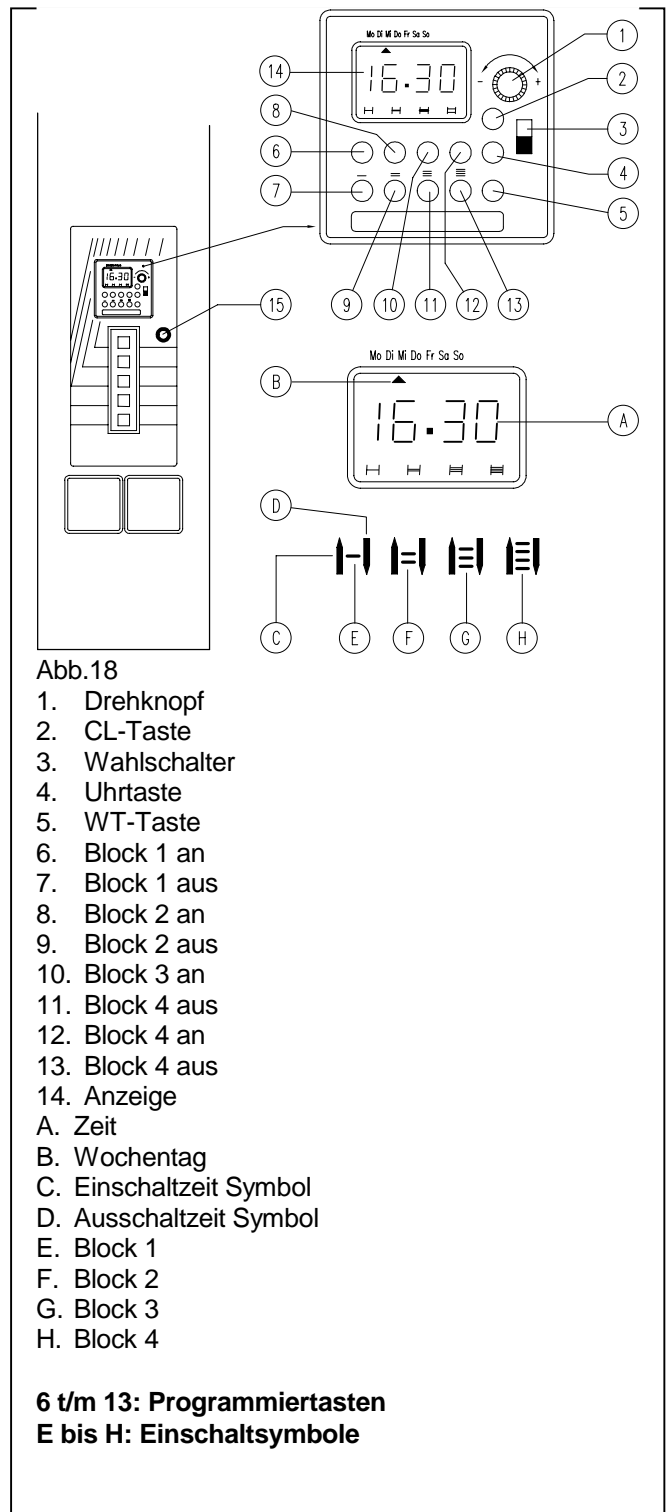

Abb.18
Mit der Zeitschaltuhr können maximal 4 Zeitblöcke pro Tag eingestellt werden, in denen die Anlage arbeiten kann (d.h. Kaffee oder Tee zubereiten). Wenn zu einem Zeitpunkt außerhalb der eingestellten Perioden oder Blöcke mit den Wahl-tasten eine gewünschte Menge eingestellt wird, beginnt die Anlage erst dann mit der Kaffee- bzw. Teezubereitung, wenn die Einschaltzeit des folgenden Blockes erreicht ist. Auf diese Weise kann man z.B. abends die Anlage einstellen, und der Kaffee (Tee) wird erst am nächsten Morgen zubereitet. Auch der an die Heißwassersäule angeschlossene Kaffeebehälter wird nur innerhalb der eingestellten Blöcke erwärmt (der Schalter auf dem Behälter muß dann auf EIN stehen). Durch einen Wahlschalter kann man die Funktion der Zeitschaltuhr mit der Hand ausschalten mit Schalter (3, Abb. 18). Mit dem Schlüsselschalter (15, Abb. 18) kann man die Wahl-tasten blockieren. Dadurch verhindert man, daß die vorprogrammierte Einstellung für eine bestimmte Menge unerwünscht verändert wird. Die Einstellmöglichkeiten der Zeitschaltuhr werden hierdurch nicht blockiert oder gesichert. Im folgenden Teil wird die Bedienung der Zusatzmöglichkeiten ausführlich besprochen.
Die Einstellung der Blöcke in der Zeitschaltuhr erfolgt in Schritten von 10 Minuten. Damit ist auch gleich die minimale Zeit zwischen zwei Blöcken und die Mindestdauer der Blöcke festgelegt. Die maximale Dauer eines Blockes beträgt 24 Stunden (von 00.00 bis 24.00 Uhr). Einander überlappende Blöcke werden als ein einziger Block betrachtet (auch wenn die Anfangs- und Endzeiten auf denselben Zeitpunkt fallen). Wenn die jeweiligen Anfangs- und Endzeiten eines Blockes eingestellt sind, wird dies auf der Anzeige über den entsprechenden Programmier-tasten angezeigt ▲ (= Einschaltzeit) und ▼ (= Ausschaltzeit) 14 C und D (Abb. 18). Ob der jeweilige Block eingeschaltet ist oder nicht, erkennt man daran, ob die waagerechten Streifen (E, F, G und H, Abb. 18), die den Streifen C, D zwischen den roten und blauen Programmier-tasten entsprechen, sichtbar sind oder nicht.
1. Vergewissern Sie sich, daß die Uhr an das Stromnetz angeschlossen ist und bringen Sie den Wahlschalter (**3, Abb.18**) in die Position "UHR" ⌚.
2. **Löschen:** Drücken Sie auf die Taste **CL (2, Abb. 18)**, damit werden alle Einstellungen gelöscht, auch die bereits eingestellten Blöcke.
3. **Heutigen Tag einstellen:** Drücken Sie auf die Taste **WT (5, Abb. 18)** und halten Sie diese eingedrückt.
4. Drehen Sie den Drehknopf (**1, Abb. 18**) in die + Richtung, bis auf der Anzeige der heutige Tag mit dem Pfeil ▲ (**B, Abb. 18**) angegeben wird. Wenn Sie jetzt den Knopf **WT 5** loslassen, ist dieser Wochentag eingestellt.
5. **Aktuelle Zeit einstellen:** Drücken Sie auf die Taste **UHR (4, Abb. 18)** und halten Sie diese eingedrückt.
6. Drehen Sie den Drehknopf in Richtung auf + oder -, bis die Anzeige die richtige Zeit angibt (**A, Abb. 18**). Dann lassen Sie die **Uhr taste 4** los. Die Zeit ist jetzt eingestellt.
11. **Zeitblöcke einstellen, Anfangszeitpunkt:** Drücken Sie auf die rote Taste des einzustellenden Blockes (**6, 8, 18 oder 12, Abb.18**) und halten Sie diese Taste eingedrückt.
12. Drehen Sie den Drehknopf, bis die gewünschte Anfangszeit des Blockes auf der Anzeige (**A, Abb. 18**) erscheint. Lassen Sie dann die rote Taste los.
13. **Zeitblöcke einstellen, Endzeitpunkt:** Drücken Sie jetzt auf die blaue Taste für den einzustellenden Block (**7, 9, 11 oder 13, Abb. 18**) und halten Sie diese Taste eingedrückt.
14. Drehen Sie den Drehknopf, bis die gewünschte Endzeit des Blockes auf der Anzeige (**A, Abb. 18**) erscheint. Lassen Sie dann die blaue Taste los.
18. Wenn Sie alle Blöcke eingestellt haben, drücken Sie noch einmal kurz auf die Taste **UHR (4, Abb. 18)**. Dann zeigt die Uhr wieder den normalen Tag und die normale Zeit an, und die eingestellten Blöcke werden aktiviert.
Wenn Sie den Wahlschalter (**3, Abb. 18**) nach dem Einstellen auf die Stellung ⌚ schalten, arbeitet die Anlage nur innerhalb der eingestellten Blöcke. Schaltet man den Wahlschalter auf die Stellung **I**, kann die Anlage immer arbeiten. In der Stellung **0** ist die Anlage dauerhaft blockiert. Die liegenden Striche **E** bis einschließlich **H** zwischen den Ein und Aus Pfeilen **C und D** zeigen den gerade aktiven Block an.
### **Der Schlüsselschalter (15, Abb. 18)**